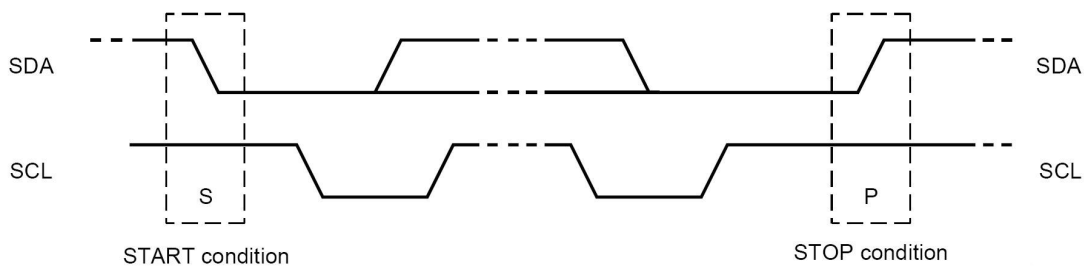

图 7 I²C 总线的 START 和 STOP
数据线 SDA 和时钟线 SCL 均保持高电平时，表明总线空闲，可以占用后传送数据。时钟处于高电平时，SDA 由高电平切换到低电平（下降沿）为“开始 (S)”，之后可开始数据传送过程；SDA 由低电平切换到高电平（上升沿）为“停止 (P)”，结束数据传送过程，参见图 7。释放总线后，总线可供其它设备使用。数据传送过程中若 STOP 或再次 START，可以开始新一轮数据传送过程。